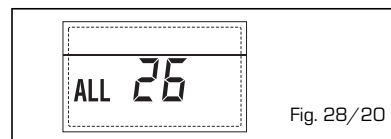

Fig. 28/20
**- ANOMALIA COERENZA APPLICAZIONE SOLARE "ALL 27" (fig. 28/21)**